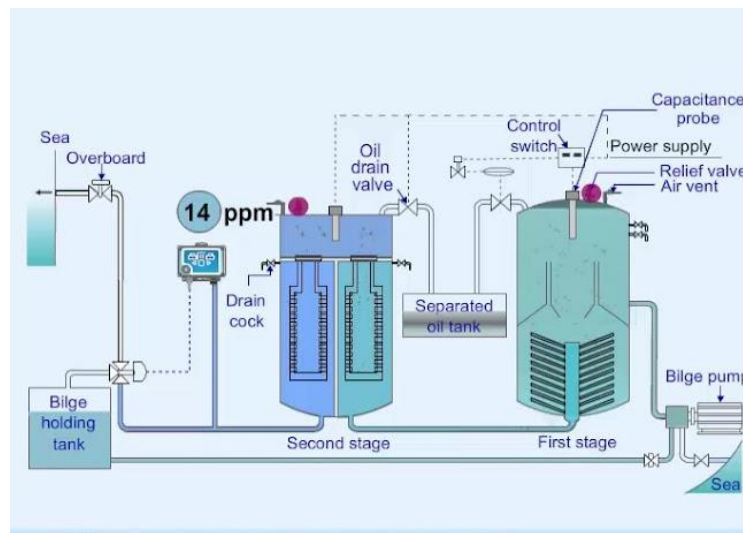

Figura 24- gràfica sistemes sentines
**S/T L.O. DRAIN T. (S):** De les Sigles *Stern Tube Lubrication Oil Tank*, és un tanc de drenatge situat al doble casc que té la funció de guardar l'oli que s'utilitza per lubricar l'eix de l'hèlix en contacte amb la botzina.
**SEP. BILGE OIL T. (P):** De les sigles *Separated Bilge Oil Tank*, és el tanc que té la funció de filtrar i separar les substàncies olioses de les sentines per tal de poder abocar-les al mar complint amb l'annex 1 del MARPOL. Aquest procés es dur a terme en 2 passos: en el primer, la separació es dur a terme per gravetat i en el segon es filtra mitjançant filtres coalescents. Tots els residus que se separen de les sentines es guarden en aquest tanc (Figura 24).